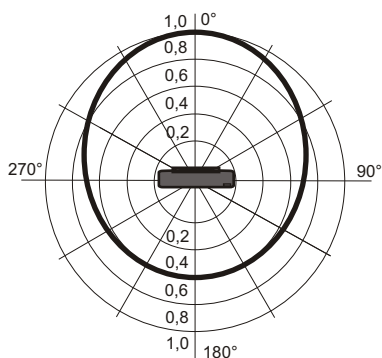

Рис.2 Схема подключения и диаграмма направленности звука оповещателя.
- 2.6. Диаграмма направленности звука на рис.2 (п.5.3)
5.3. На рис.2 показана схема подключения и диаграмма направленности звука.
5.1. Перед установкой необходимо проверить внешний вид оповещателя на наличие повреждений и проверить работоспособность следующим образом: подключить источник питания (типа Б5-7) к выводам оповещателя (рис.2), предварительно установив напряжение питания (12±3)В. При этом оповещатель должен выдать звуковой и световой сигналы.